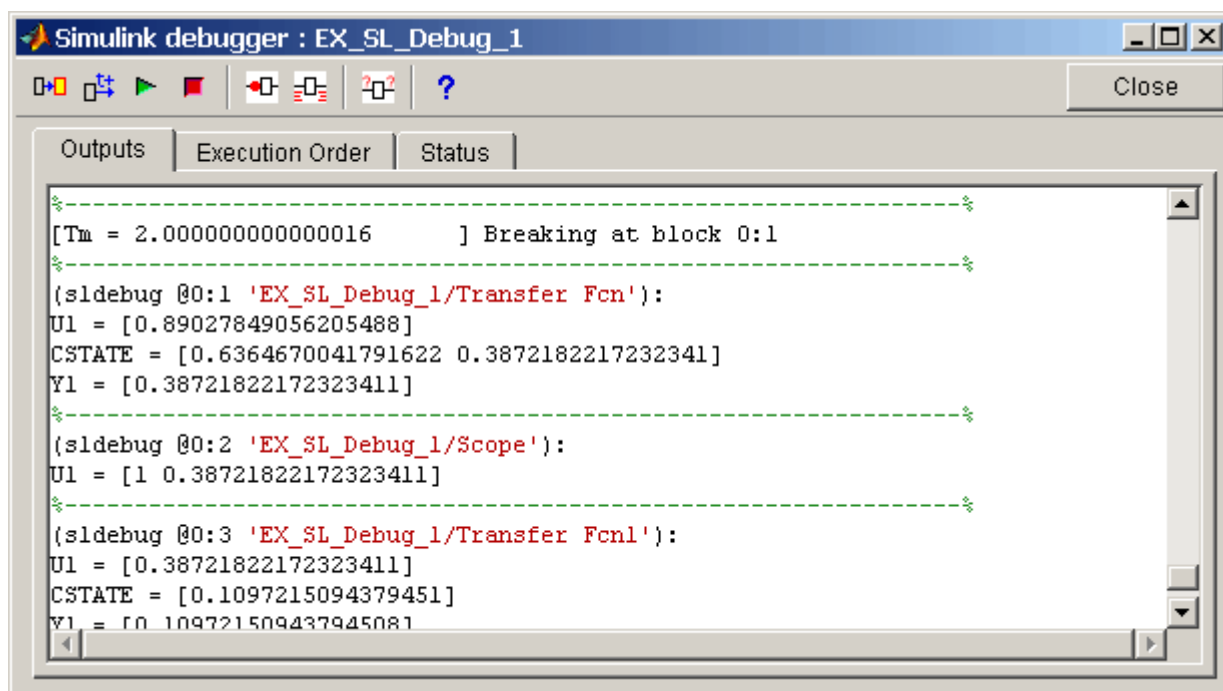

Рисунок 8.7 – Вкладка *Outputs* головного вікна відладчика
1. *Outputs* – Відображення результатів роботи в режимі налагодження. На даній вкладці (рисунок 8.7) відображається поточний модельне час T_m (або T_i для внутрішніх кроків), індекс контролюваного блоку у вигляді $@ s: b$, де s – номер моделі (підсистеми), b – номер блоку, а також ім'я блоку із зазначенням повного шляху до блоку.